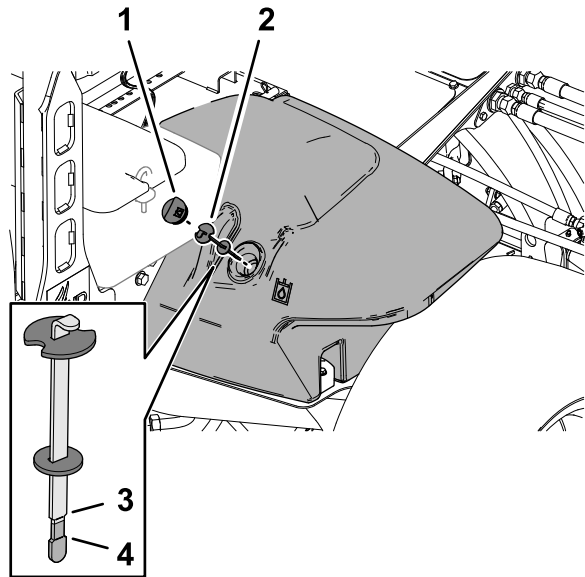

Figura 115
2. Limpie la zona alrededor del cuello de llenado y el tapón del depósito hidráulico (Figura 115).